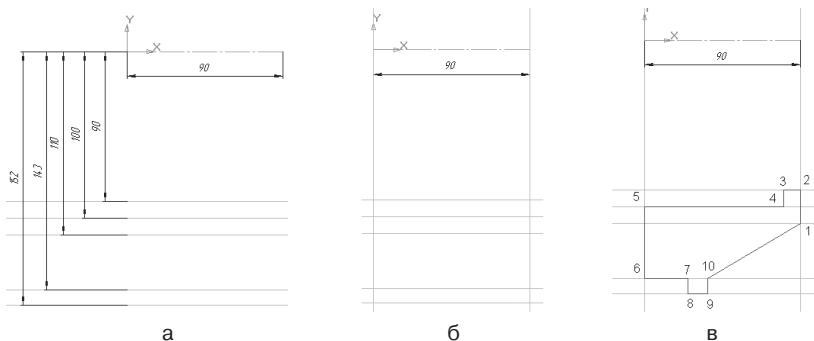

Рис. 209
- аналогичным образом постройте прямые линии на расстоянии 100 мм ($\varnothing = 200$), 110 мм ($\varnothing = 220$), 143 мм ($\varnothing = 286$) и 152 мм ($\varnothing = 304$) – рис. 209, а;
- постройте вертикальные прямые линии, ограничивающие осевую линию с обеих сторон, с помощью  – **Вертикальной прямой**, расположенной на Панели расширенных команд, раскрывающейся из кнопки  – **Параллельная прямая** (рис. 209, б);
- отключите ортогональное черчение и соедините точки 10 и 1 (рис. 209, в). **Контур эскиза должен быть замкнут;**